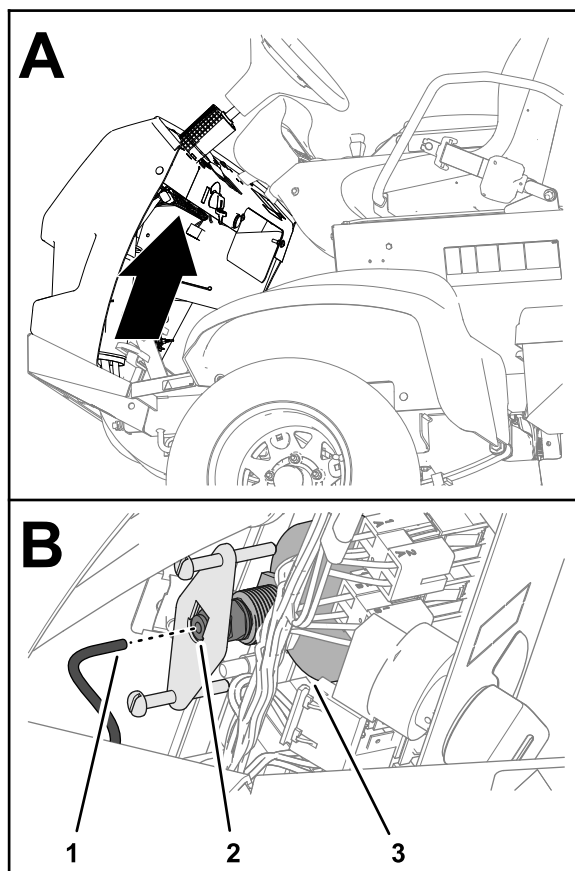

图 122
5. 从压力表背面取下管子并将管子的一端放入一个容器内图 122。